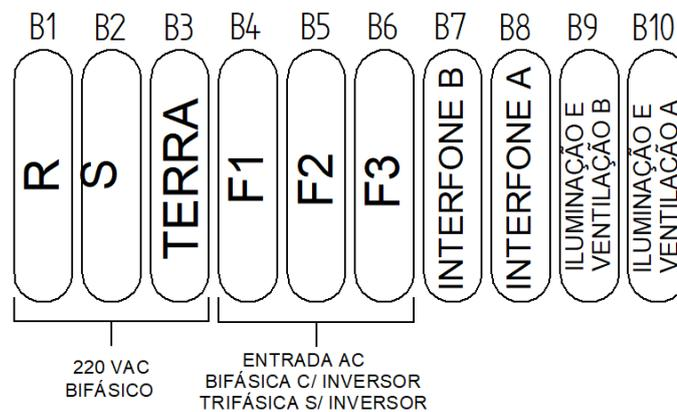

Figura 3: Visualização das conexões dos bornes SAK
- Considerar a figura 3 para visualização de onde devem ser conectadas as fiações explanadas nos seguintes passos nos bornes SAK (bloco BLF).